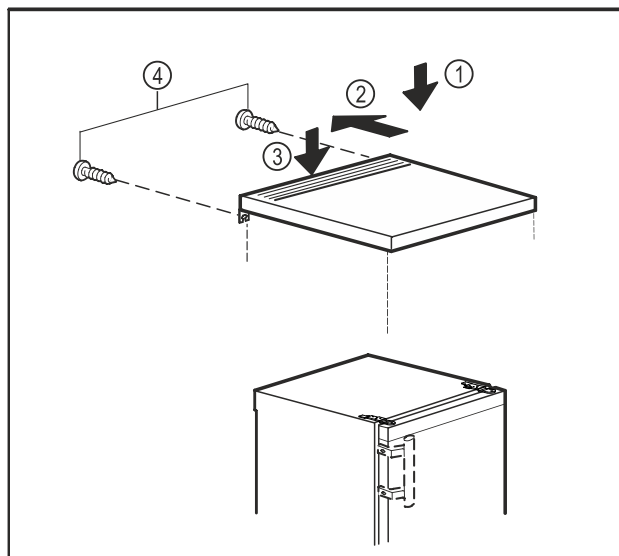

Fig. 10
- ▶ Položite stolnu ploču na uređaj. Fig. 10 (1)
- ▶ Pomaknite stolnu ploču prema natrag. Fig. 10 (2)
- ▶ Pritisnite stolnu ploču otraga prema dolje. Fig. 10 (3)
- ▶ Pritegnite vijke na stražnjoj strani. Fig. 10 (4)